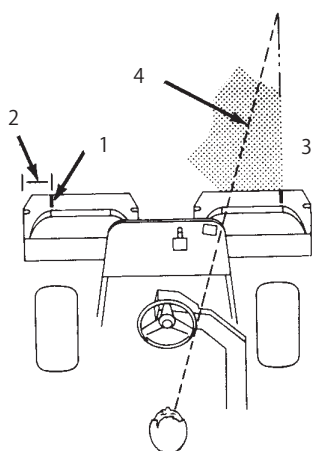

図29
2. その位置に白色テープか白ペンキで集草箱の縁と平行に目印を入れる（図29）。
3. 行きと帰りでのオーバーラップができるだけ小さくなるように運転します。隣の列との距離を一定に保って直進するには、本機の前方約 2~3 m を視野に捕らえておくのがポイントです (図29, 30)。ハンドルを目印にして距離を合わせても良いでしょう。その場合、ハンドルの縁と本機前方の目標ラインとを重ねて見ながら運転します (図29, 30)。